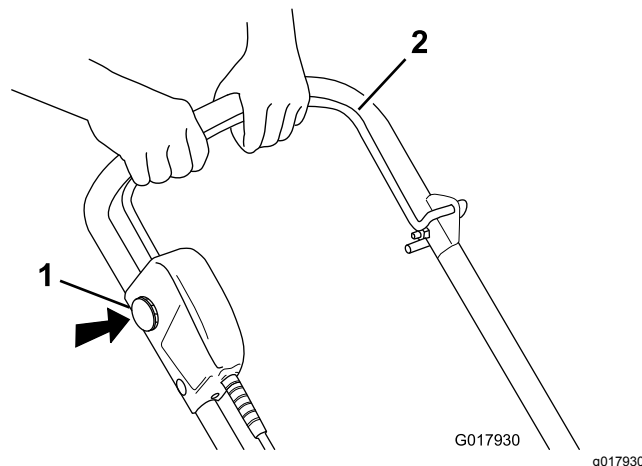

Figura 10
1. Para arrancar el motor, introduzca el botón de enclavamiento (llave), pulse y mantenga pulsado el botón de enclavamiento (llave) y apriete la barra de control de la transmisión contra el manillar (Figura 10).